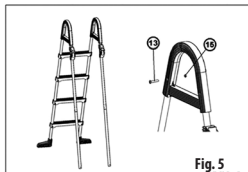
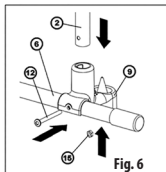

Fig. 5
Fig. 6
Assemblare i montanti tubulari di supporto dotati di agganci di sicurezza e di archi in plastica e la parte posteriore della scaletta e fissare tutto con le viti (13) e i dadi (15) (Fig. 5). Dopodiché applicare gli agganci di fissaggio antiscivolo ai montanti tubulari di supporto procedendo da sotto (9) e bloccare tutto con il tubo trasversale (6). Gli agganci di fissaggio antiscivolo e il tubo trasversale devono essere fissati con le viti (12) (Fig. 6). Gli agganci di fissaggio antiscivolo possono essere avvitati soltanto dopo l'assemblaggio di tutta la scaletta e dopo l'applicazione della parte eliminabile.